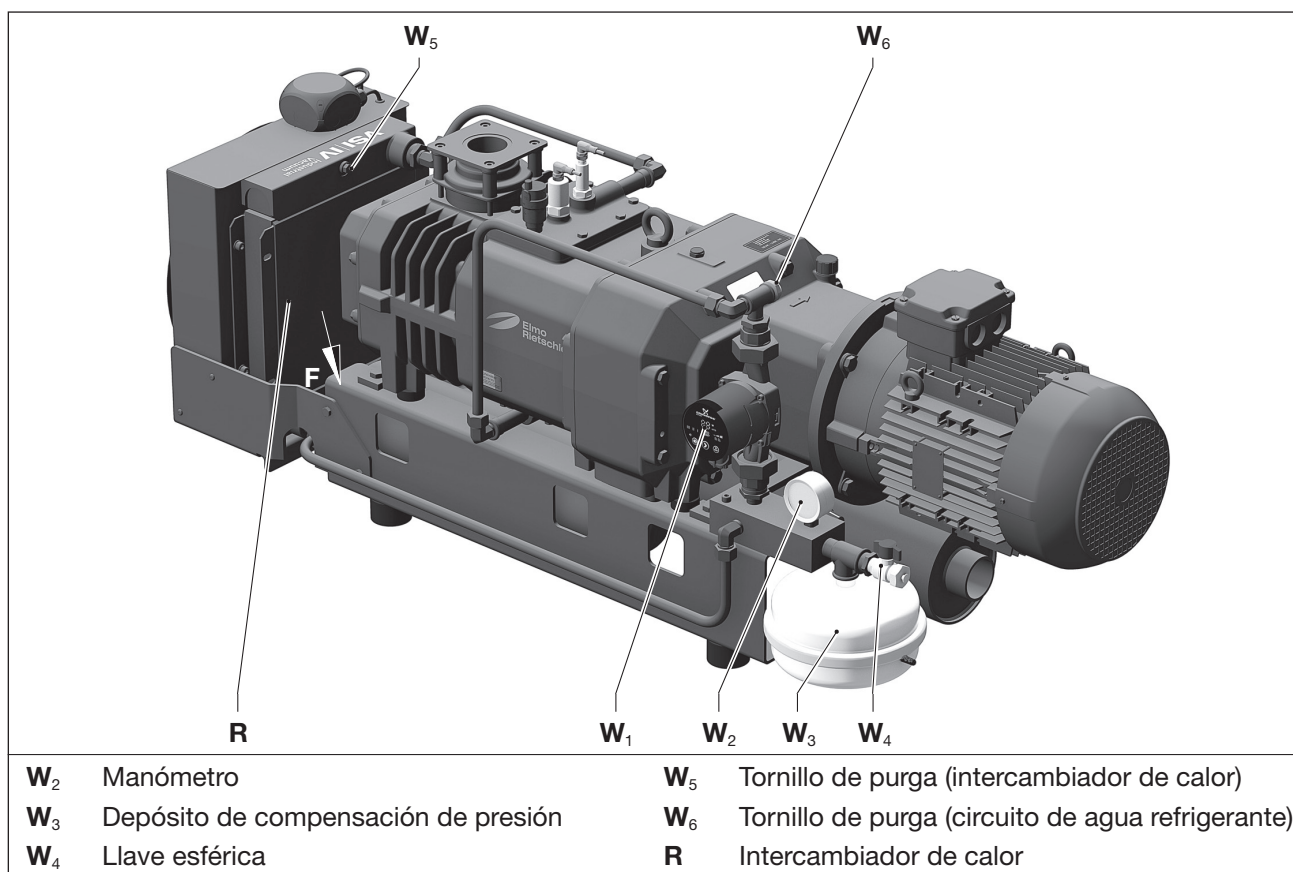

Fig. 19 Refrigeración circulatoria con intercambiador de calor de agua-aire
- a) Comprobar semanalmente la presión de llenado en el manómetro (Fig. 19/W₂) y, en su caso, añadir agua refrigerante. La presión de llenado no debe estar por debajo de **0,6 bar** ni por encima de **1,2 bar**.
- b) Aflojar el tornillo de purga (Fig. 19/W₆) del circuito de refrigeración.
- c) Llenar el circuito de refrigeración con una mezcla de agua y Glysantin (en una proporción de 70:30) en la llave esférica (Fig. 19/W₄) hasta que el agua refrigerante salga por el tornillo de purga (Fig. 19/W₆).
- d) Cerrar el tornillo de purga (Fig. 19/W₆).
Controlar la presión en el manómetro (Fig. 19/W₂).
- b) Abrir la llave esférica (Fig. 19/W₄), aflojar los tornillos de purga (Fig. 19/W₅, W₆) y purgar el agua refrigerante usada hacia un recipiente adecuado
- c) Llenar el depósito de compensación de presión (Fig. 19/W₃) con aire a **0,5 bar**.
- d) Aflojar los tornillos de purga del intercambiador de calor (Fig. 19/W₅) y del circuito de agua refrigerante (Fig. 19/W₆).
- e) Llenar el circuito de refrigeración con una mezcla de agua y Glysantin (en una proporción de 70:30) en la llave esférica (Fig. 19/W₄) hasta que el agua refrigerante salga por el tornillo de purga (Fig. 19/W₅) del intercambiador de calor
Cerrar los tornillos de purga (Fig. 19/W₅).
- f) Seguir llenando el circuito de refrigeración hasta que salga agua refrigerante por el tornillo de purga (Fig. 19/W₆).
Cerrar los tornillos de purga (Fig. 19/W₆).
- a) Compruebe las aberturas para la entrada del aire de refrigeración (Fig. 3/E) y la rejilla protectora del ventilador (Fig. 19/V_A) periódicamente y límpielas mediante aire soplado.
- b) Compruebe la salida del aire de refrigeración (Fig. 19/F) en la rejilla del intercambiador de calor (Fig. 19/R) periódicamente y límpiela mediante aire soplado.